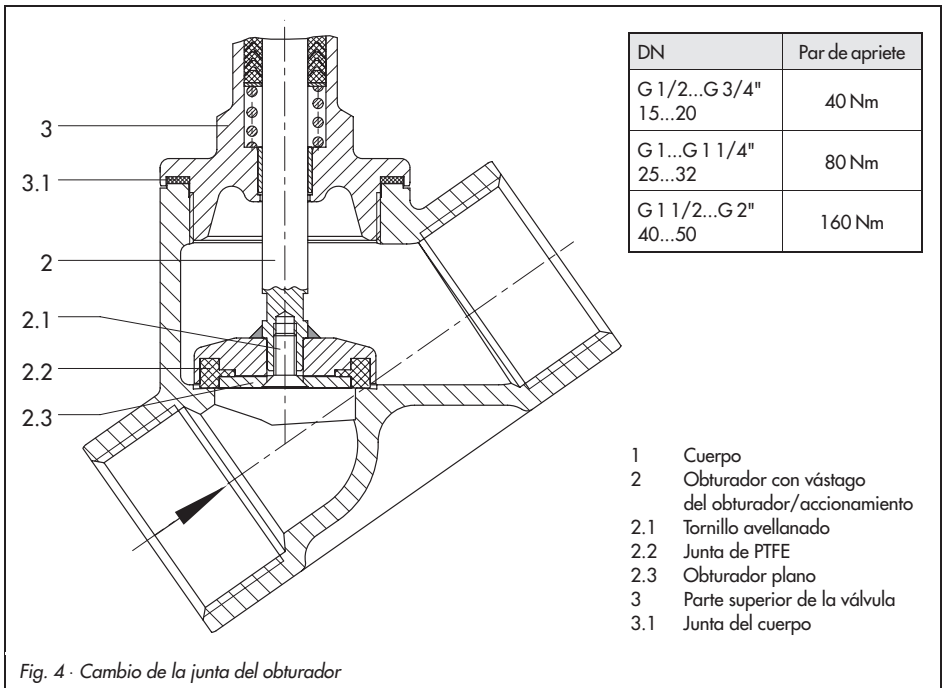

Fig. 4 · Cambio de la junta del obturador
Los pares de apriete necesarios para la parte superior de la válvula se encuentran en la tabla de la fig. 4.
16. Colocar la carcasa del accionamiento (7) y fijarla a la base del accionamiento con los tornillos (6) de forma equilibrada.
17. Colocar la parte superior de la válvula con el accionamiento encima del cuerpo de la válvula y fijarla, si es necesario cambiar la junta del cuerpo (3.1). El par de apriete para la parte superior de la válvula se encuentra en la tabla de la fig. 4.